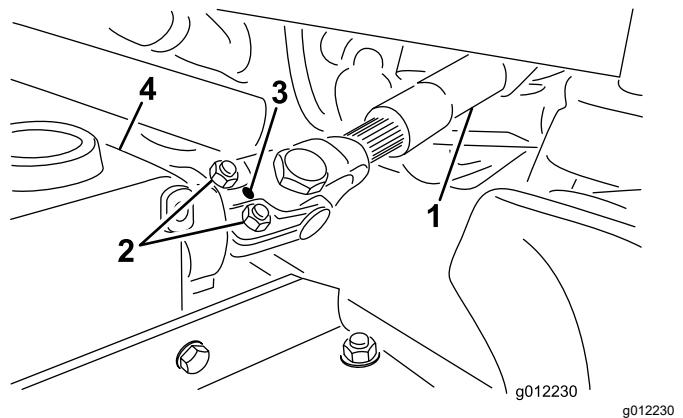

Figura 6
A. Quite el pasador cilíndrico de la horquilla y del eje de la caja de engranajes (Figura 6).
- B. Afloje los 2 tornillos y contratuercas (Figura 6).
- C. Sujete la horquilla del extremo del árbol de la TDF al eje de la caja de engranajes con el pasador cilíndrico (Figura 6).
- D. Apriete las contratuerzas para sujetar la horquilla al eje de la caja de engranajes (Figura 6). Apriete las contratuerzas a 20–25 N·m.